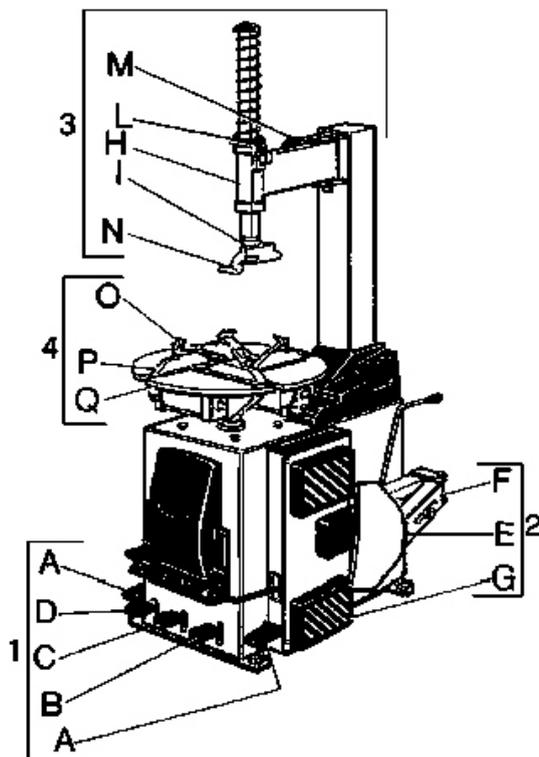
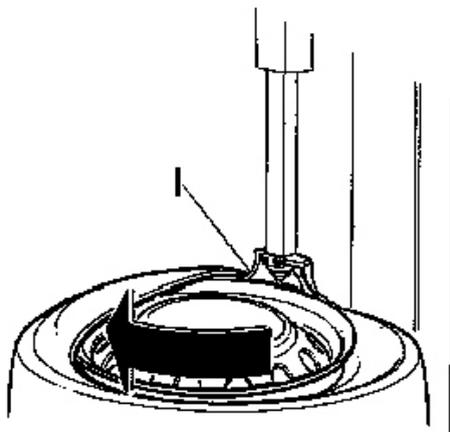

рис.25
рис.27
ДЕМОНТАЖ (рис.25)
(см. рис. 27 и рис. 25)
Установить бортшины на край головки(I) и под рычаг отделитель (рис. 27);